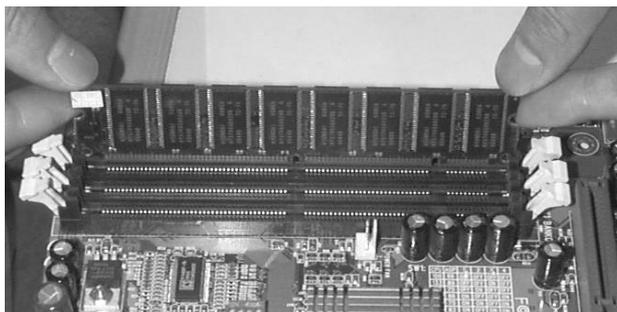

图 2-9 安装内存条
① 掰开 DIMM 插槽两边的两个固定卡子。记住一定要扳到位，否则内存条可能装不上。
② 将内存条的凹口对准 DIMM 插槽的凸起的部分，均匀用力插到底，将内存条压入主插槽内即可，同时插槽两边的固定卡子会自动卡住内存条，如图 2-9 所示。